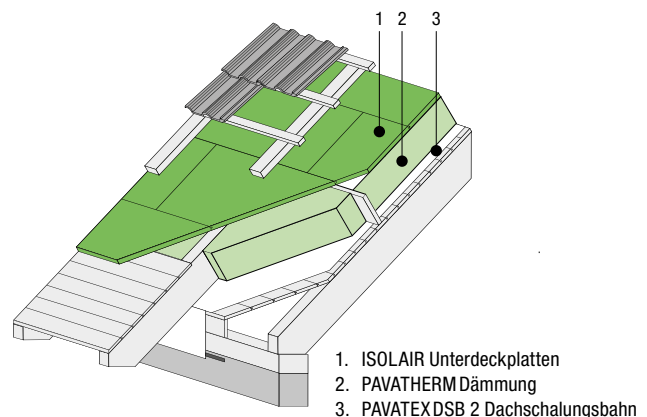

Abb.8 ISOLAIR als Unterdeckung bei einer Aufsparrendämmung
- Dächer mit PAVATEX - Aufsparrendämmung (Abb.8) Die Befestigung der Unterdeckplatten sowie der übrigen Dämmplatten erfolgt nur über die schub- und sogssichere Befestigung der Konterlatten mit hierfür bauaufsichtlich zugelassenen Schrauben. Weitere Informationen hierzu enthält der Abschnitt „Aufsparrendämmung“. Mit der Verlegung der Unterdeckplatten sollten sukzessive auch die Konterlatten befestigt werden, um die gesamte Aufsparrendämmung gegen Windsog zu sichern.